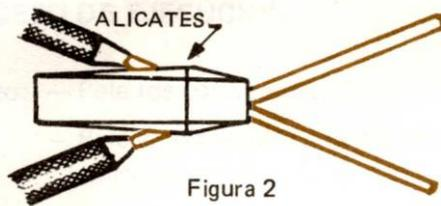

Figura 2
2. Paso: Cruce los alambres y asegúrelos con un alicate (figura 2).